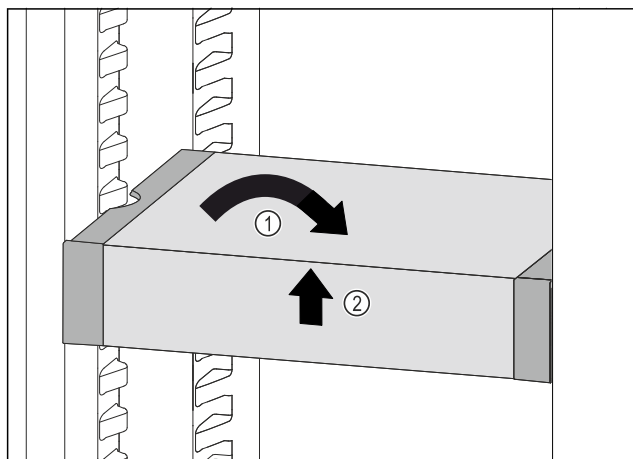

Fig. 115
- ▶ Predal VarioSafe postavite ravno. Fig. 115 (1)
- ▶ Predal VarioSafe dvignite spredaj. Fig. 115 (2)